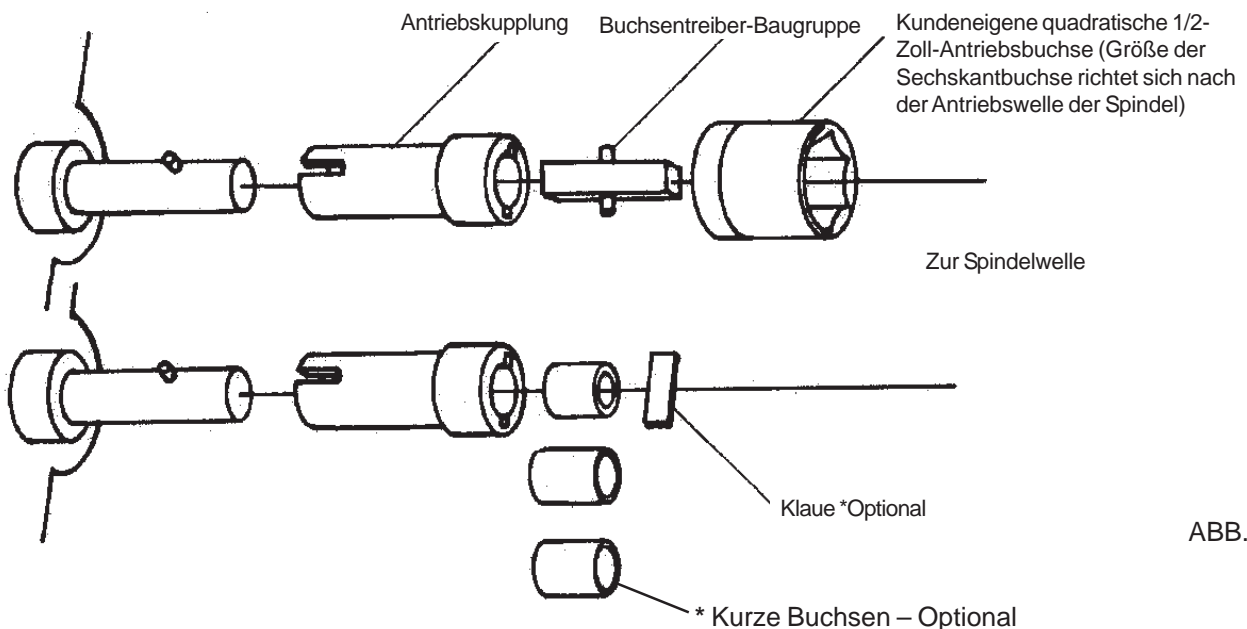

ABB. 3
3. Schließen Sie die Antriebskupplung, die Buchsentreiber-Baugruppe und alle anderen Antriebsbuchsen oder Sonderadapter an, die zum Antrieb der Mähspindel benötigt werden. Die richtige Reihenfolge ist in ABB. 3 dargestellt.